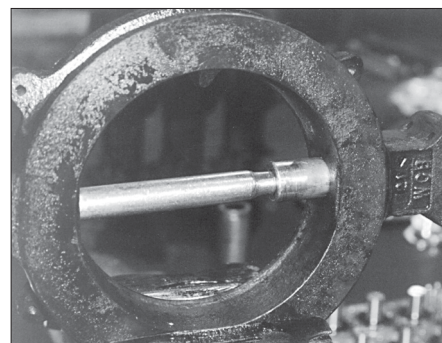

Figura 6 - Cuscinetto dell'albero a filo con la superficie del percorso del flusso.
4. Colpire l'utensile con un martello per continuare a inserire il cuscinetto dell'albero sino a che si trova a filo con la superficie del percorso del flusso del corpo. (vedere Figura 6)